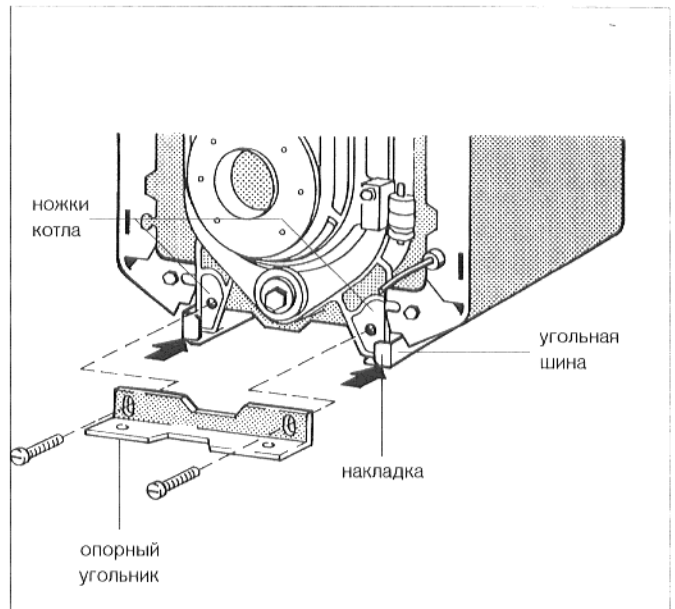

Рис. 3
- Приложить опорный угольник к загнутым накладкам угловой шины и слегка привинтить его (рис. 3; длинные винты).
- Прочно привинтить опорный угольник спереди к ножкам котла (рис. 3, длинные винты).